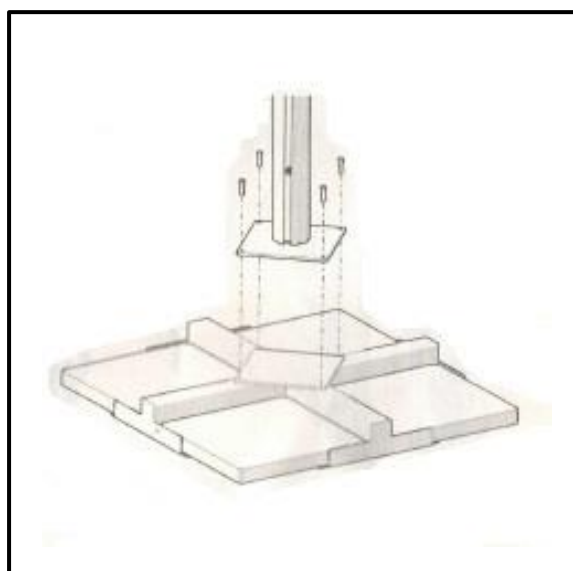

図.2
- ① ベースプレート (C) の上に支柱 (A) を置きます。
- ② キャップネジ (a) をワッシャー (b) に通して、支柱 (A) に 6mm 六角棒レンチ (g) で締めます。(図.2)